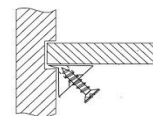

Рис.4
6. Закрепить ДВП с помощью фиксаторов (рис.4), установив их по центру каждой стороны ящика. При этом необходимо фиксировать ДВП, чтобы оно не смещалось при вкручивании самореза. Начинать рекомендуется от задней стенки и завершить у фасада.